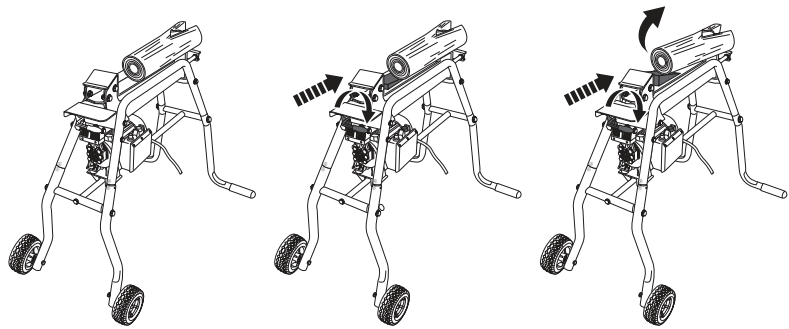

Fig. 7
- Relâchez les deux commandes [1 et 7] pour ramener le poussoir [3] à sa position de départ. (Fig. 7)